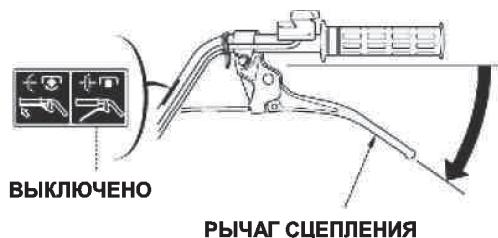

Рис. 15
1. Выключите сцепление, отпустив рычаг сцепления в положение «**ВЫКЛЮЧЕНО**» (Рис. 15).